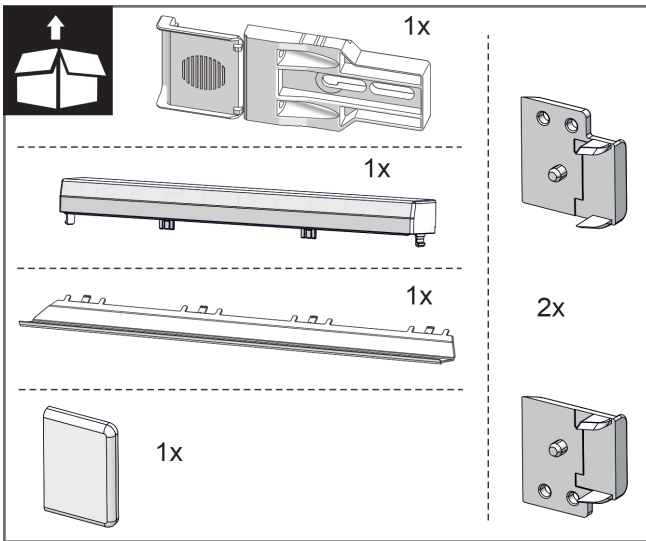
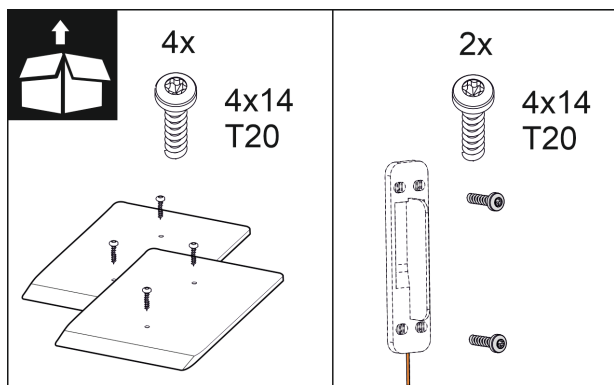

Fig. 10
Fig. 16
2. Zkontrolujte montážní díly v příslušenství. Fig. 10 () až Fig. 16 ()
Montážní díly v příslušenství Fig. 10 () až Fig. 16 ()